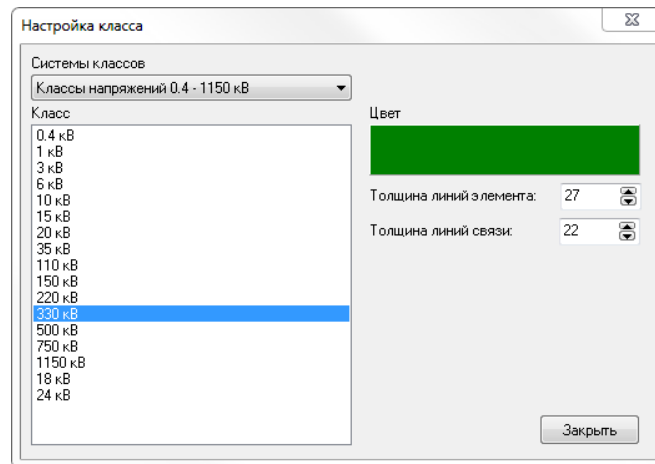

Рис. 2.8.6 Настройка выбранного класса напряжения
-  - редактирование данных о выбранном классе, вызывает диалоговое окно (рис. 2.8.6) настроек класса напряжения, это окно так же можно вызвать двойным нажатием левой кнопки мыши по необходимому классу.